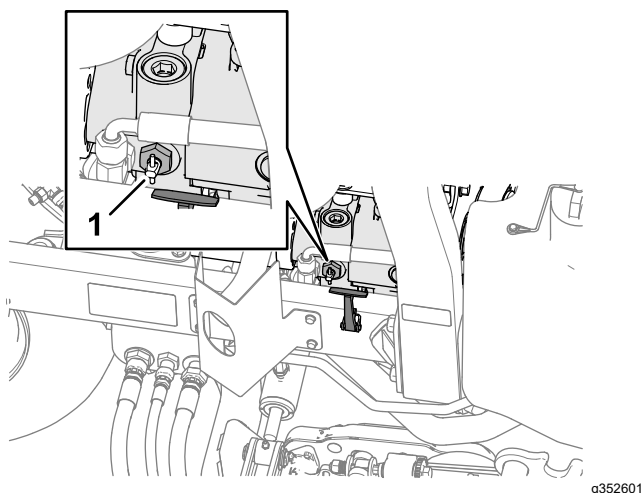

Figura 48
2. Junto al cierre del capó derecho, gire la palanca de la válvula de desvío en la bomba 90° (Figura 48).